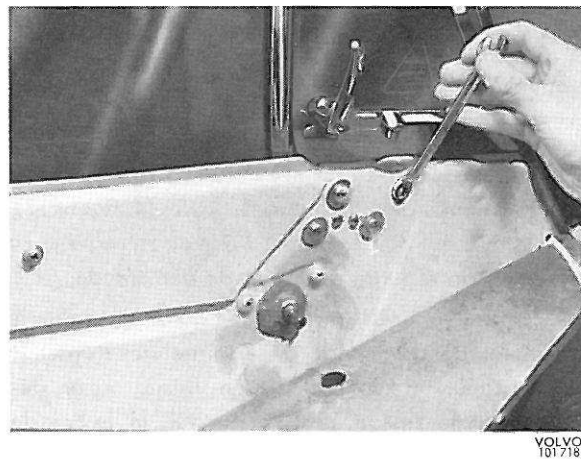

Figure 22. Dépose du déflecteur, sans encadrement
2. Enlever le plastique de recouvrement de la porte et dévisser la vis de réglage (figure 22) du déflecteur. Il suffit alors d'introduire la main par la grande ouverture de la porte et enlever le chapeau sur le derrière de la charnière inférieure du déflecteur.